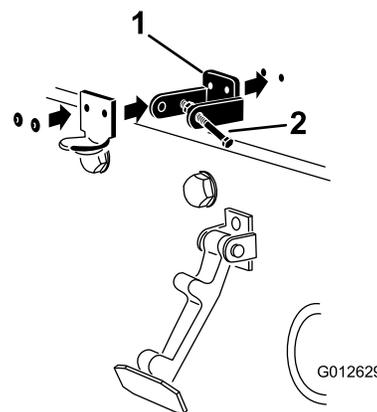

Рисунок 4
3. Во время совмещения монтажных отверстий поместите стопорный кронштейн по стандарту SE и кронштейн защелки капота на капот. Стопорный кронштейн должен быть прижат к капоту (Рисунок 4). Не снимайте болт с гайкой в сборе с рычага стопорного кронштейна.
5. Приклепайте кронштейны и шайбы к капоту (Рисунок 4).